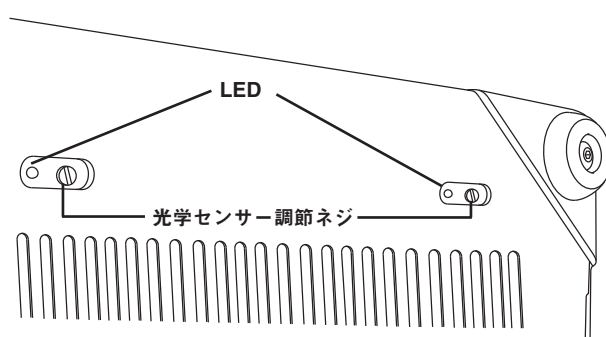

図 18
3. 加工機裏面には細長い穴が2つあります。(図 18 参照)
5. 小型のマイナス・ドライバーで、調整ネジを時計回りにまわすと LED はオレンジになります。その後、LED がグリーンになるまで調整ネジを反時計回りにまわします。(図 18 参照)